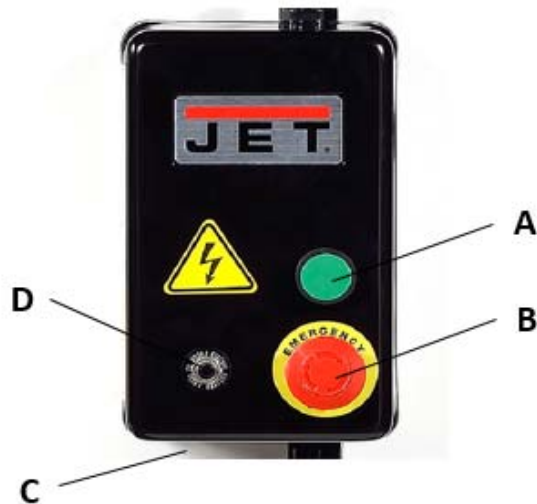

Abbildung 15
Zum Starten des Staubabscheiderbetriebs den grünen Startschalter (A, Abb. 15) drücken. Zum Stoppen des Betriebs den roten Stoppschalter (B) drücken.
Wurde der Überlastungsschutz ausgelöst, die Maschine einige Minuten abkühlen lassen. Dann die Rückstelltaste Reset (D, Abb. 15) drücken und den Betrieb des Staubabscheiders wiederaufnehmen.